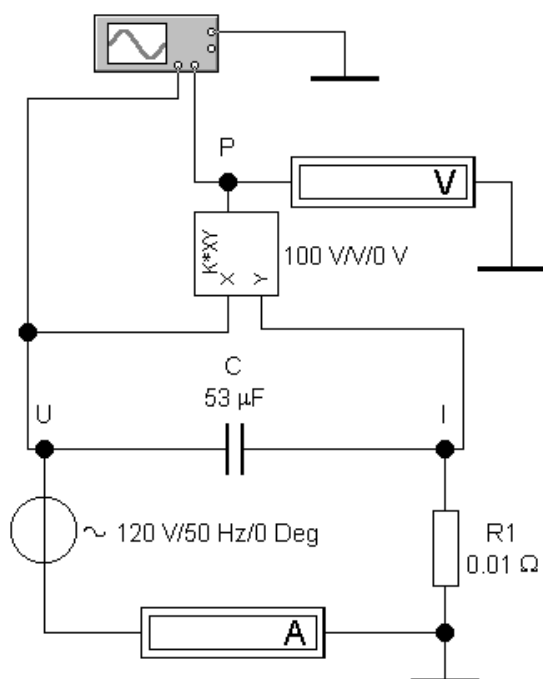

Рисунок 1.2
2.1. *Измерение действующего значения тока в цепи.* Рассчитайте действующее значение тока в конденсаторе. Создайте схему (рис. 1.2). Подключите амперметр и проверьте правильность расчета.